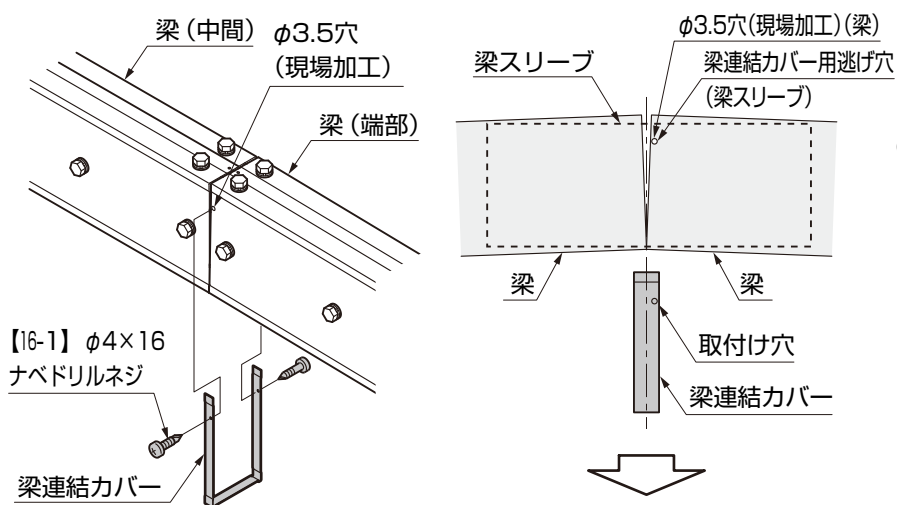
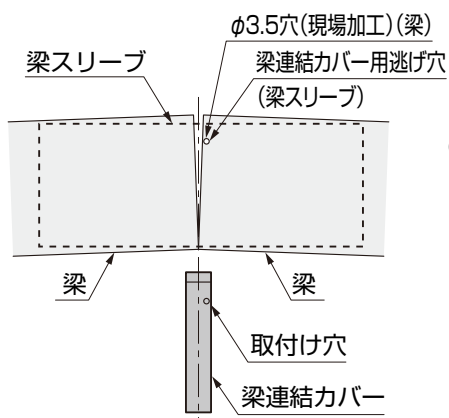

図2-3
図2-4
- ④ 梁スリーブの「梁連結力バー用逃げ穴」の位置に合わせて、梁に梁連結力バー取付用の下穴φ3.5をあけてください。(図2-3、図2-4参照)
- ⑤ 梁連結部に梁連結力バーを【16-1】で取付けてください。(図2-3参照)
(2) 梁固定金具の取付け
① 梁に梁固定金具裏板を挿入し、梁固定金具A（または丸柱スペーサーBと丸柱取付材）を【13-2】、【13-3】（または【14-2】、【14-3】）で取付けてください。